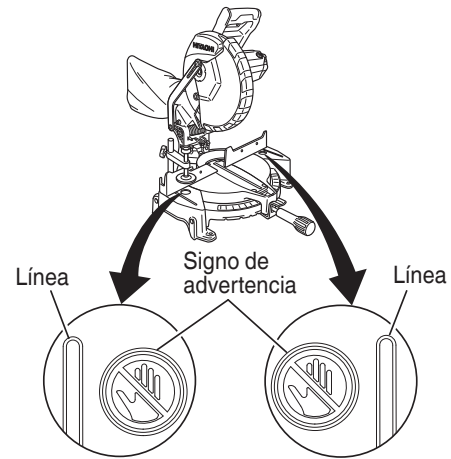

Fig. 12
- * No coloque nunca sus miembros dentro de la línea cerca del signo de advertencia mientras esté utilizando la herramienta. Esto podría resultar peligroso (consulte la Fig. 12).